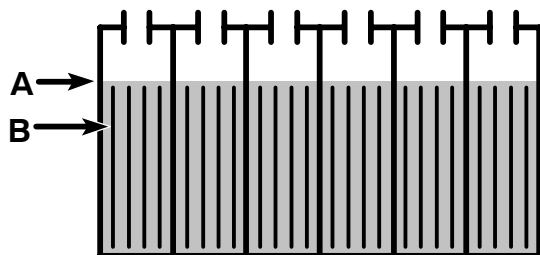

FIG. 19
El nivel de electrolitos (A) debe cubrir ligeramente las placas de la batería (B). Agregue agua destilada según se requiera. **NO LLENE EN EXCESO**, el líquido puede expandirse y derramarse al cargar. Vuelva a colocar las tapas de las celdas antes de cargar (Figure 19).